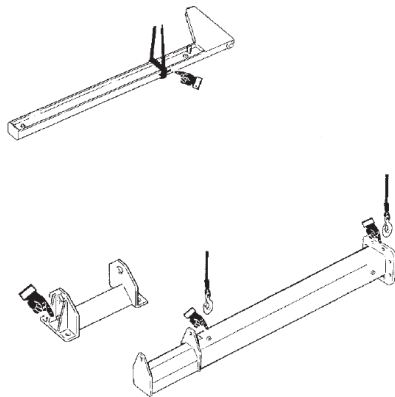

Abb. 11
- Die Kranteile sind mit geeigneten Vorrichtungen anzuschlagen, so dass die lackierten Oberflächen nicht beschädigt werden: (Abb.11)